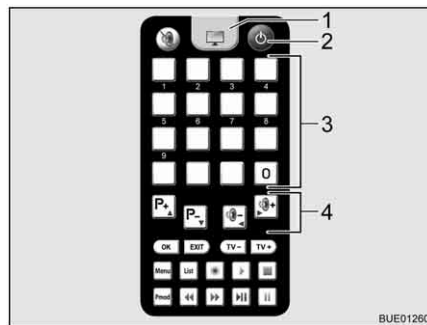

Bild 38 Fjärrstyrning
- Tryck på knappen "⏻" (Bild 38,2) på fjärrstyrningen. Parabolantennen lämnar viloläget och växlar till sökläge. När systemet har hittat satelliten ljuder en akustisk signal.
- Ställ in den önskade sändaren via lagringsknapparna (Bild 38,3) eller funktionsknapparna (Bild 38,4).